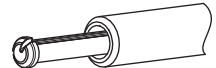
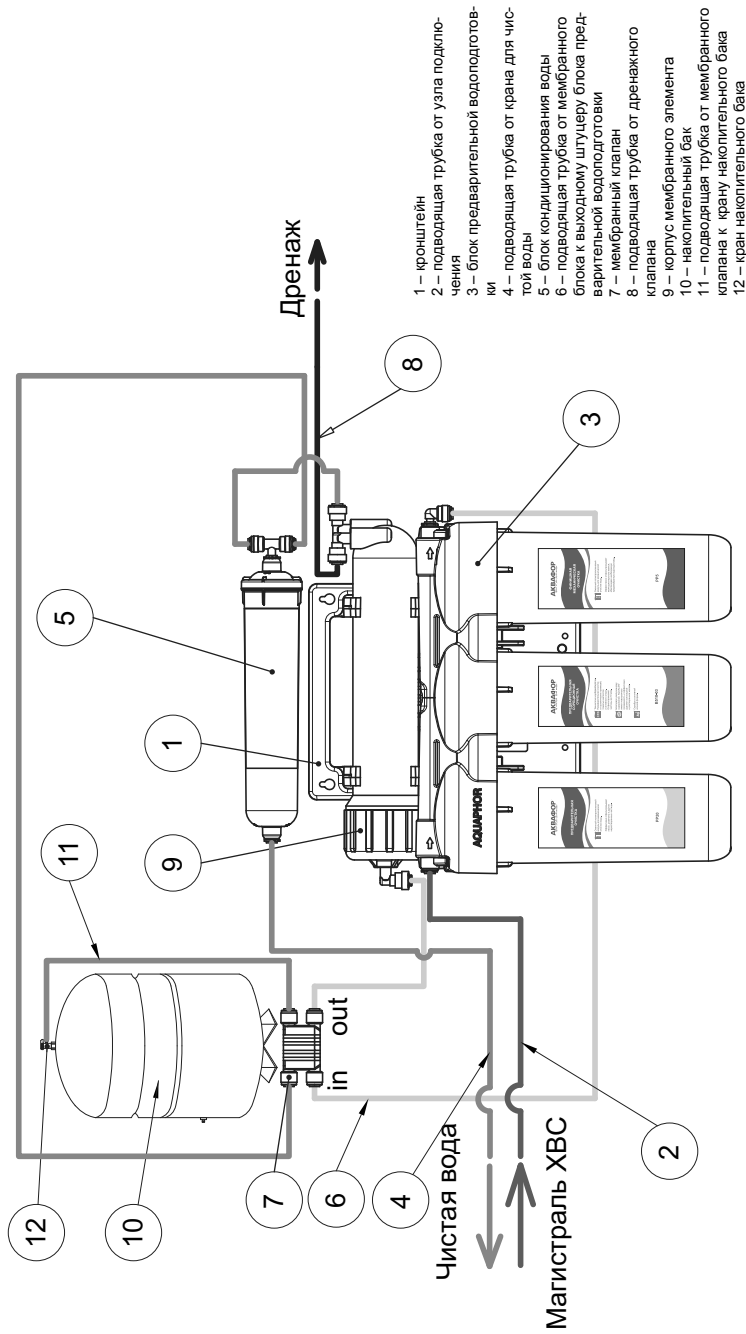
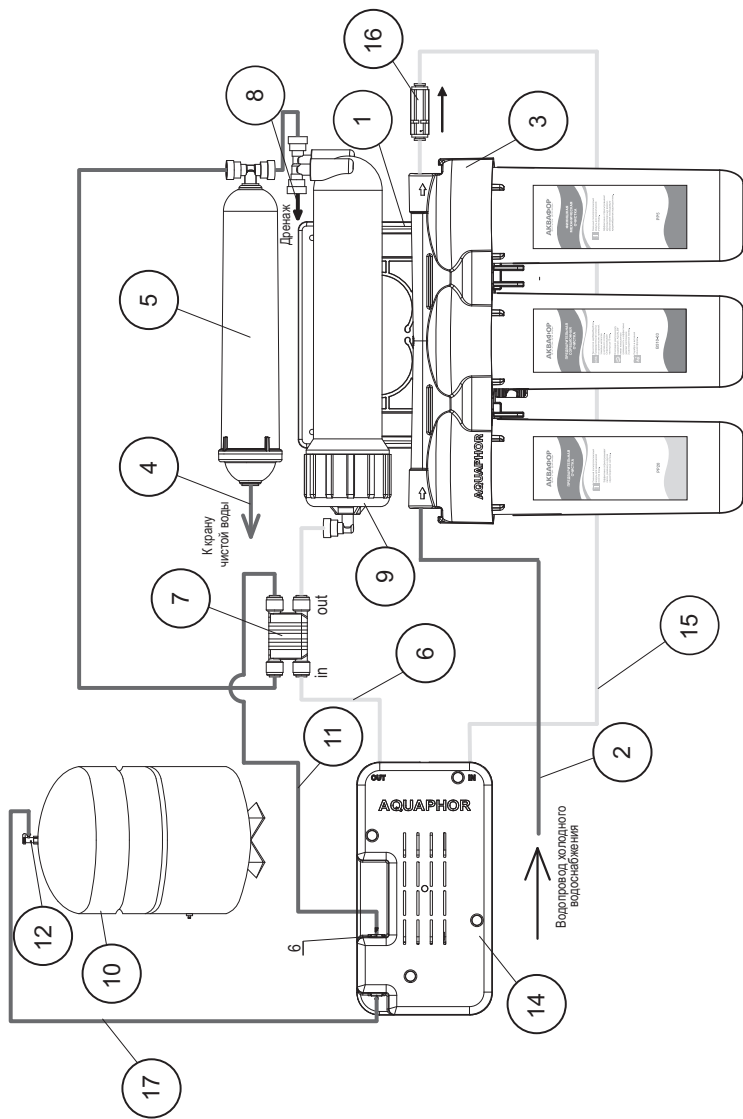

Рисунок 2. Ограничитель потока (рестриктор)
Рисунок 8. Схема установки водоочистителя для исп. Аквафор-ОСМО-050-5
Рис.9. Схема установки водоочистителя для исп. Аквафор-ОСМО-050-5-ПН
ВНИМАНИЕ! Проверьте наличие ограничителя потока (рис. 2) в дренажной трубке (рис. 8, поз. 8). Важно не перепутать, каким концом вставляется трубка. Ограничитель потока должен находиться со стороны мембранного модуля.
5.7 Установка водоочистителя Аквафор-ОСМО исполнения Аквафор-ОСМО-050-5 (Рис. 8)
5.8 Установка водоочистителя Аквафор-ОСМО исполнения Аквафор-ОСМО-050-5-ПН (Рис. 9)
6.1. ПРОМЫВКА ФИЛЬТРУЮЩЕГО МОДУЛЯ АКВАФОР В510-03 в исполнении Аквафор-ОСМО-050-5 (Рис. 8)
- Отсоедините трубку JG (6) от штуцера мембранного клапана (7). Для этого выньте из под пластиковой втулки стопорную клипсу, нажмите на торец пластиковой втулки, вытяните трубку.
- Подсоедините трубку JG (6) (просто вставьте предварительно смоченный водой конец трубки во втулку мембранного клапана (7) до упора на глубину примерно 15 мм).
6.2. ПРОМЫВКА ФИЛЬТРУЮЩЕГО МОДУЛЯ АКВАФОР В510-03 в исполнении Аквафор-ОСМО-050-5-ПН (Рис. 9)
- Отсоедините трубку JG (15) от входного штуцера КПД (14). Для этого выньте из-под пластиковой втулки стопорную клипсу. Нажмите на торец пластиковой втулки и вытяните трубку.
- Подсоедините трубку JG (15) к входному штуцеру КПД (14).
6.3. ПРОМЫВКА НАКОПИТЕЛЬНОГО БАКА (Рис. 8, 9)
Для замены модуля кондиционирования воды (см. Рис. 8, 9):